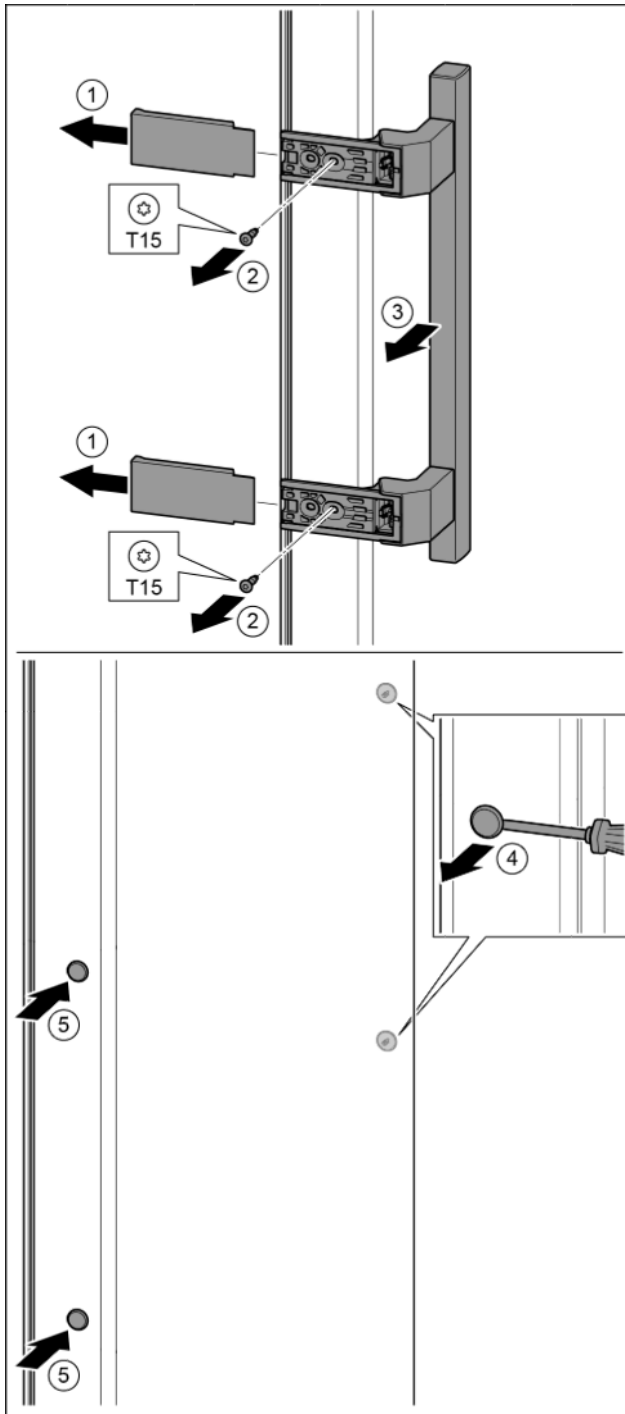

Fig. 14
- ▶ Abdeckung abziehen. Fig. 14 (1)
- ▶ Schrauben mit Schraubendreher T15 herausdrehen. Fig. 14 (2)
- ▶ Griff abnehmen. Fig. 14 (3)
- ▶ Seitlichen Stopfen vorsichtig mit einem Schlitzschraubendreher anheben und herausziehen. Fig. 14 (4)
- ▶ Stopfen auf der anderen Seite wieder einsetzen. Fig. 14 (5)